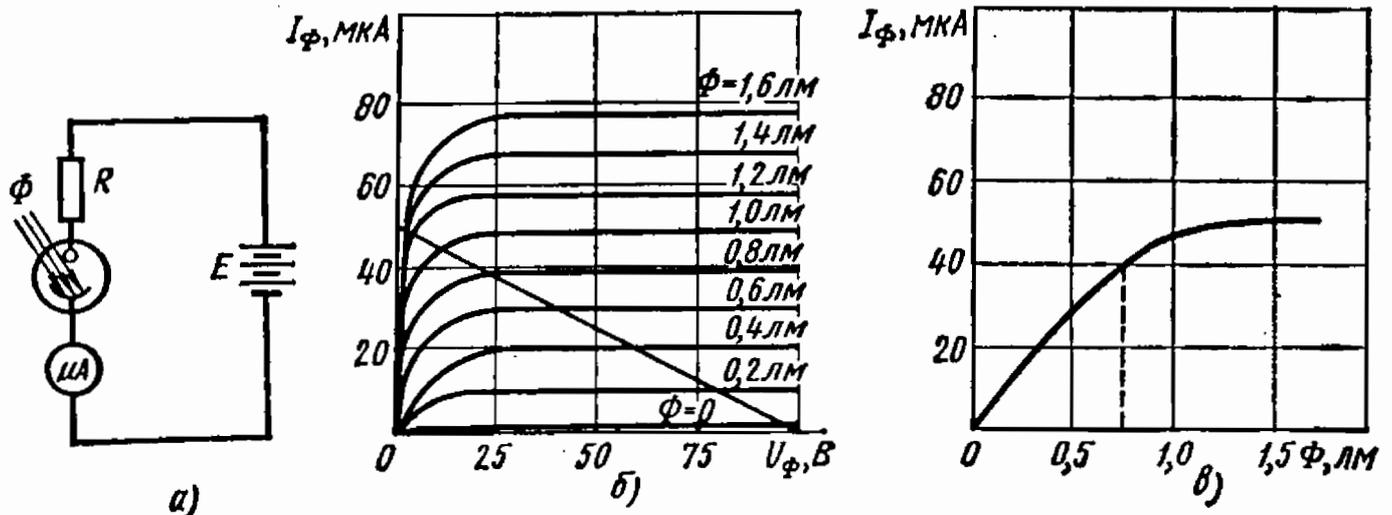

Рис. 13.33
13.33. На рис. 13.33, а приведена схема цепи для измерения светового потока с помощью фотоэлемента.
цепи. Вольт-амперные характеристики фотоэлемента приведены на рис. 13.33, б.
Решение. На семействе вольт-амперных характеристик фотоэлемента проводим линию нагрузки для $R = 2 \text{ МОм}$. По линии нагрузки и характеристикам фотоэлемента строим зависимость $I_\phi = f(\Phi)$ (рис. 13.33, в).